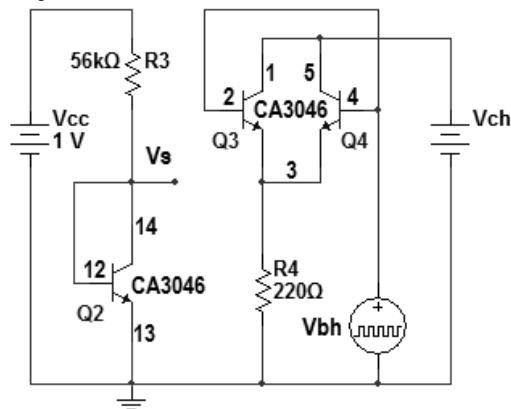

Figura 3
2) Monte o circuito da Figura 3 usando os transistores do circuito integrado CA3046, conforme identificados.